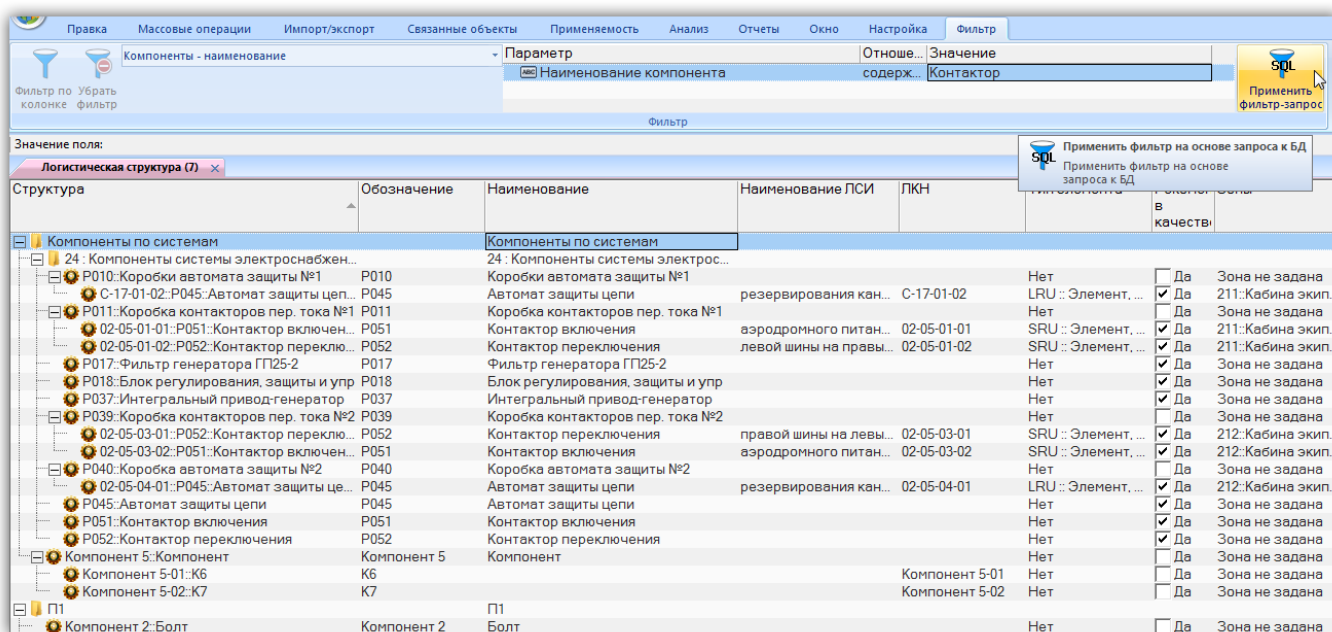
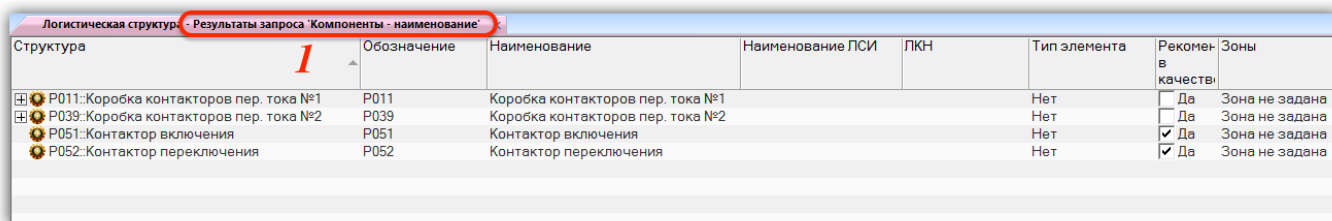

Рис. 5-57 – Исходный вид рабочего окна «Логистическая структура»
Рис. 5-58 – Результат действия фильтра-запроса «Компоненты – наименование»
11) Отобранные объекты выводятся списком, без учета структуры данных. На рис. 5-57 приведен пример исходного вида окна «Логистическая структура», а на рис. 5-58 – результат действия фильтра-запроса, выполняющего поиск по полю «Наименование» слова «Контактор». Имя фильтра-запроса отображается в заголовке рабочего окна (1 на рис. 5-58).